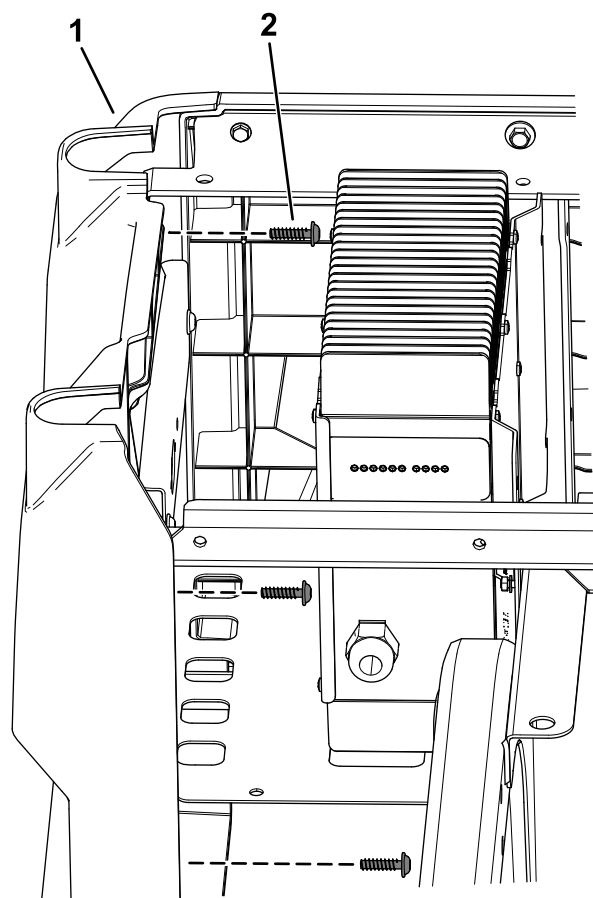

图 7
4. 卸下并取出左侧板上的 4 个梅花头螺丝 M6.0 x 22mm 图 7。